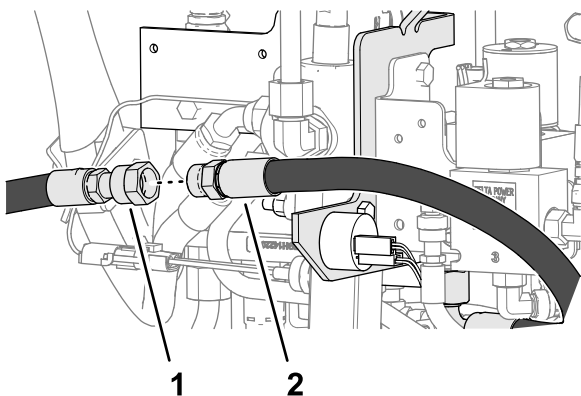

Figura 26
2. Monte el acoplamiento recto de la manguera de 41,9 cm al acoplamiento de la manguera que marcó con la palabra "Bomba" (Figura 26).